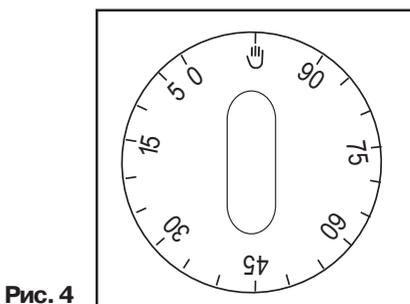

Рис. 4
С помощью этого устройства (Рис. 4) Вы можете задать автоматическое выключение духового шкафа по истечении заданного времени приготовления. В этот момент будет подан звуковой сигнал. Время приготовления может быть установлено в пределах 90 минут. Поместите продукты в духовой шкаф и установите ручку выбора режима и ручку термостата в нужное положение. Поверните ручку таймера до максимального значения времени (90), затем, поворачивая в обратную сторону, установите ее на нужное значение. По истечении времени приготовления духовой шкаф автоматически выключится, при этом будет подан звуковой сигнал.